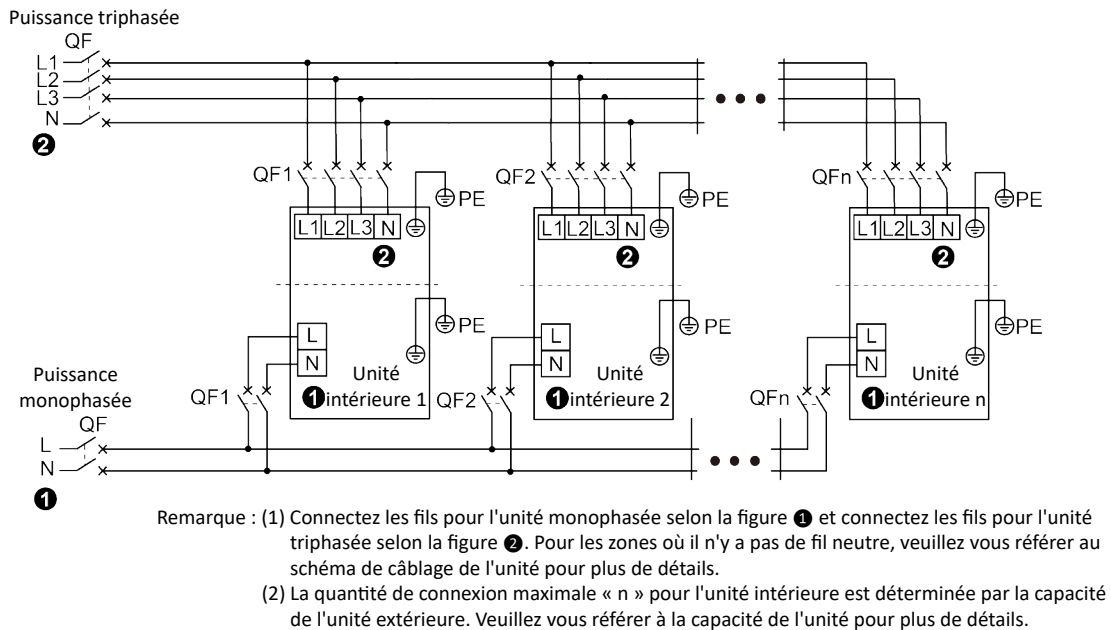

Fig. 5.2
- ① Retirez le couvercle du boîtier électrique.
- ② Laissez passer le cordon d'alimentation à travers les trous de câblage.
- ③ Connectez les fils comme indiqué à la Fig. 5.2.
- ④ Fixez le cordon d'alimentation avec un serre-câble.
- ② Laissez passer le fil de communication à travers les trous de câblage.